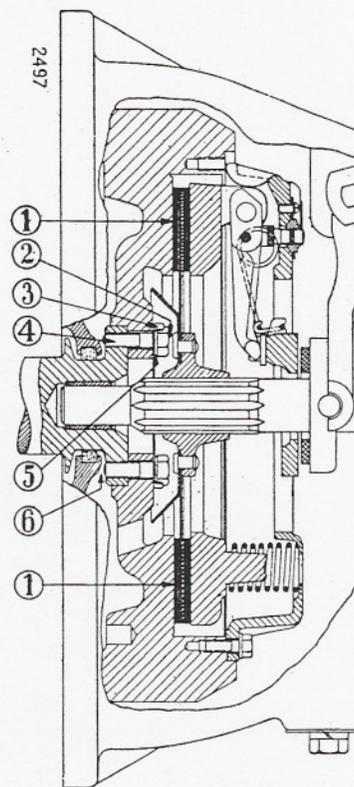

Figure 116
Une amélioration supplémentaire a été réalisée en intercalant une rondelle (5) en acier entre la tête du boulon et la plaquette de sûreté, fig. 116, pour prévenir la détérioration de la plaquette par la tête du boulon.
Les rondelles en acier ne peuvent être utilisées que conjointement avec les volants 711 071 R3 (3 cyl.) ou 712 074 R2 (4 cyl.). Les volants ont été surélevés à la surface d'embrayage (1, fig. 116) de 2,38 mm (.094'') pour obtenir plus d'espace entre la tête de boulon et le plateau d'embrayage.